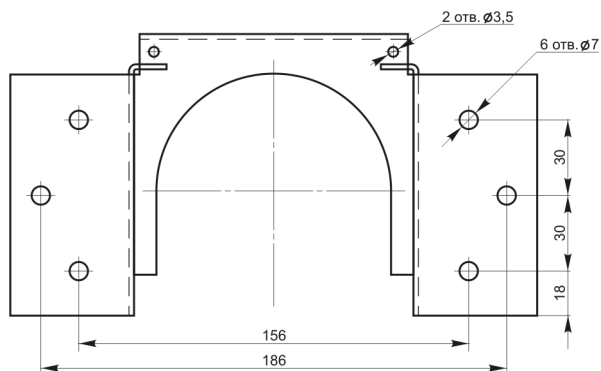

Рис. 4. Крепёжная площадка МПП «Гарант-Д»
6.2. Закрепить крепёжную площадку модуля в соответствии с определенными местами (по проекту) и разметкой отверстий (рис. 4).